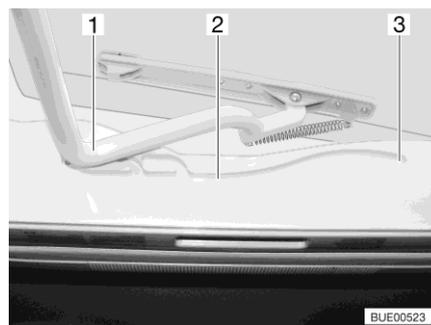

Fig. 29 Glissière (lanterneau Heki)
- Tirer l'étrier (Fig. 29,1) dans les glissières (Fig. 29,2) jusqu'à la position la plus reculée (Fig. 29,3).
- Pousser l'étrier (Fig. 29,1) légèrement vers le haut avec les deux mains.
- Tirer l'étrier dans les glissières (Fig. 29,2) jusqu'à la position souhaitée.